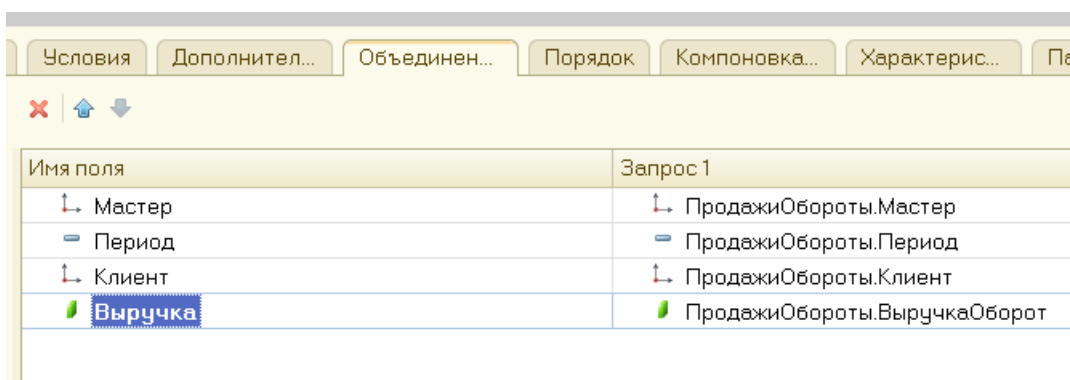

Рисунок 84 Вкладка **Объединения/Псевдонимы**
7. Укажите псевдоним для поля **ВыручкаОборот** – **Выручка** (на вкладке **Объединения/Псевдонимы**) (рис. 84):